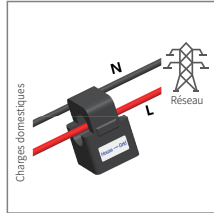

Fig. 36
**Connexion du compteur intelligent et du CT :** assurez-vous que le compteur et CT sont connectés entre la charge domestique et le réseau et respectez le panneau de direction du compteur intelligent sur le CT, référez-vous à la Fig. 36.